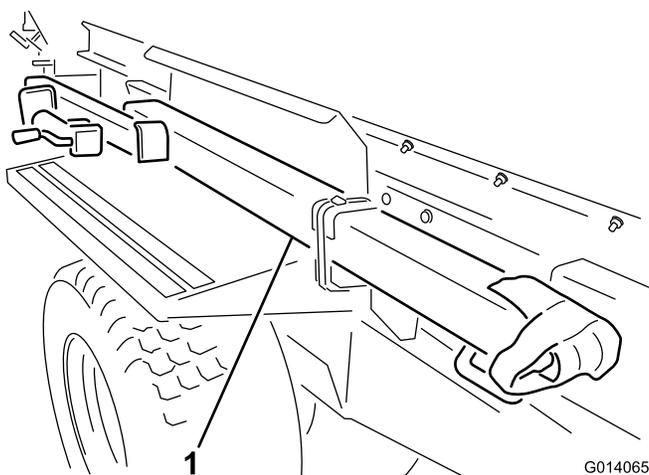

図 3
3. ヒッチをフェンダに縛り付けている紐を切断して、ヒッチを取り出す (図 3)。フェンダについている出荷用のブラケットを二つとも外して廃棄する。